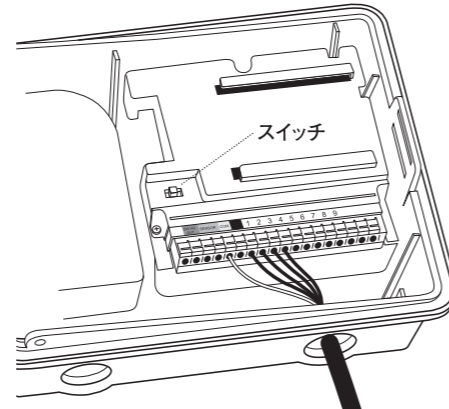

図16
- ・タイマーのRAIN SENSORスイッチをONにする。(図16)